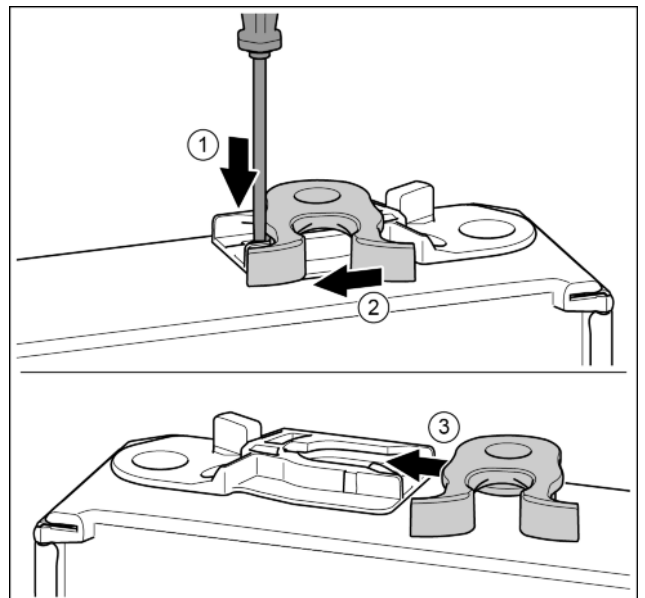

Fig. 14
- ▶ Нажать накладку шлицевой отверткой вниз. Fig. 14 (1)
- ▶ Запорный крючок вывести из направляющей. Fig. 14 (2)
- ▶ Запорный крючок вставить в направляющую с другой стороны. Fig. 14 (3)